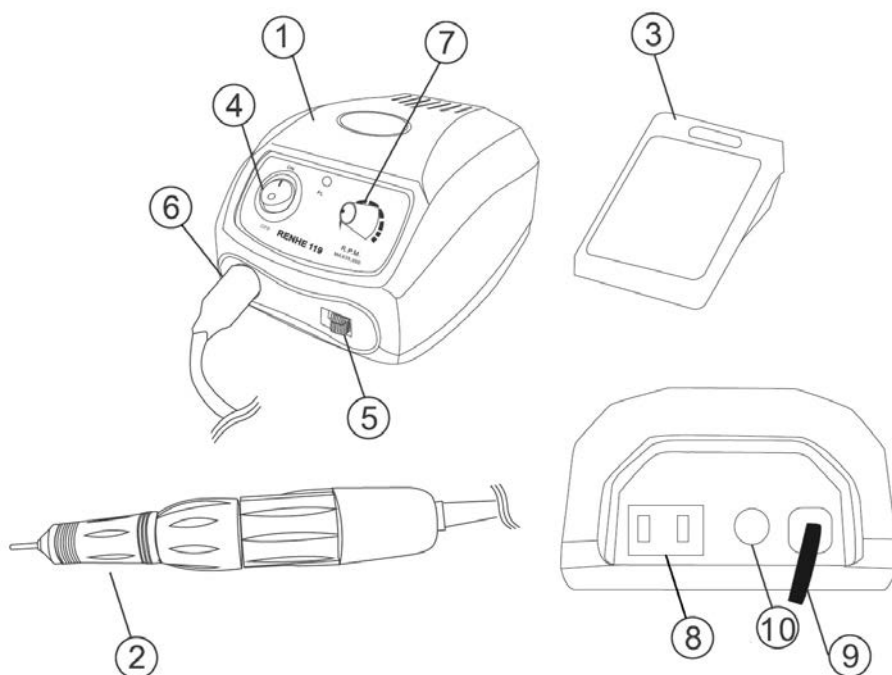

Figura 1 - Componenti del micromotore 436/00
Facendo riferimento alla Figura 1, una volta posizionato il dispositivo e dopo essersi assicurati di aver posto in OFF l'interruttore generale (4), si dovranno connettere:
- il pedale (3) al connettore (8) posto sul retro dell'apparecchio;
- il micromotore (2) al connettore (6) posto sul fronte dell'apparecchio;